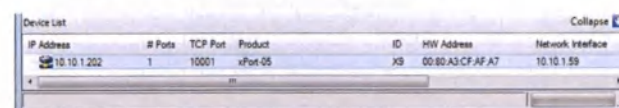

Рис. 84
4. Список найденных аппаратов отображается в нижней части экрана программы «CPR Manager» на вкладке «Device List». См. Рис.84.